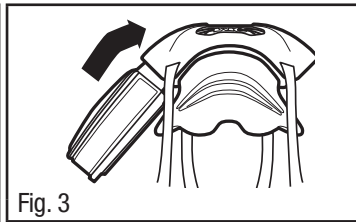

Fig. 3
3. Se o cartucho/filtro não encaixar no lugar ao ser inserido, pode ser devido ao ângulo de inserção. Levante um pouco o cartucho/filtro até que o cartucho/filtro encaixe no lugar (Fig. 3).